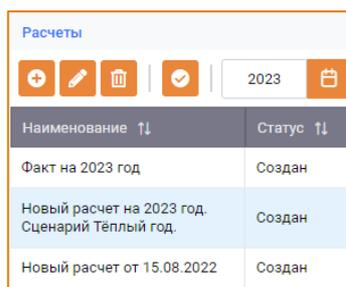

Рис. 127 – Выбор версии расчета
- Выбрать версию расчета (любую, кроме факта) в области списка расчетов (Рис. 127),